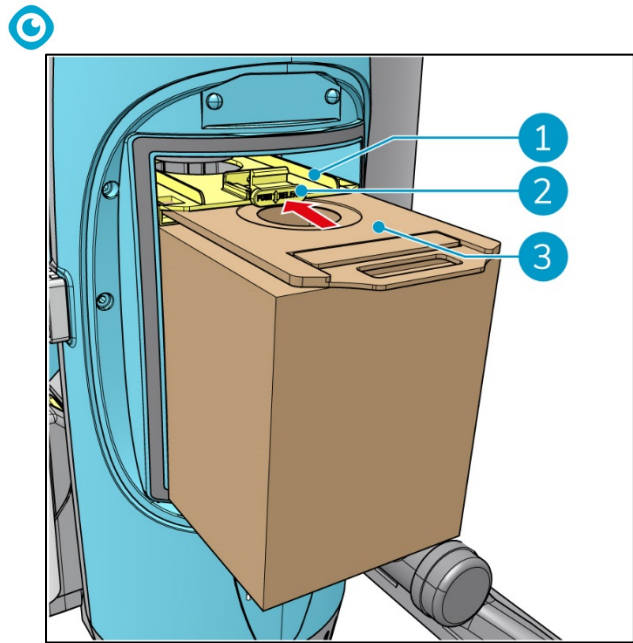

Figura 10
7. Posizionare il supporto giallo (Figura 10, pos 1) nella sua posizione superiore. Premere il pulsante giallo (Figura 10, pos 2) e scatterà nella sua posizione di blocco.
8. Inserire completamente il colletto di cartone del nuovo sacchetto per la polvere (Figura 10, pos 3) nel supporto della borsa giallo.